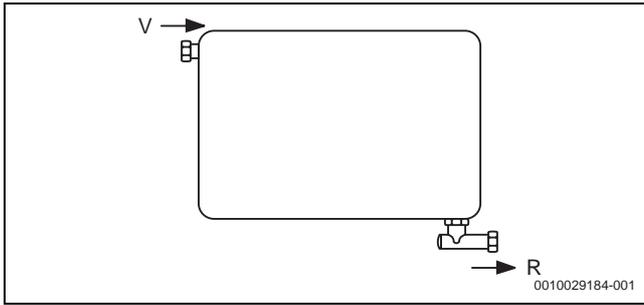
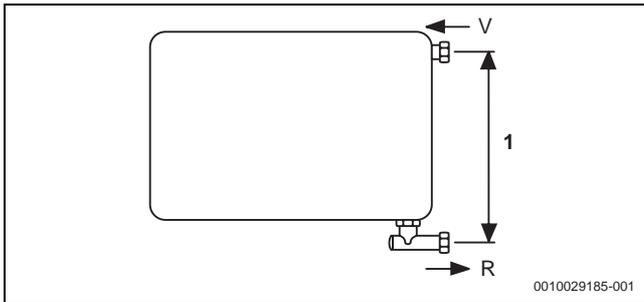

Bild 74 Wechselseitiger Anschluss
Bild 75 Gleichseitiger Anschluss
**Legende zu Bild 74 und Bild 75:**